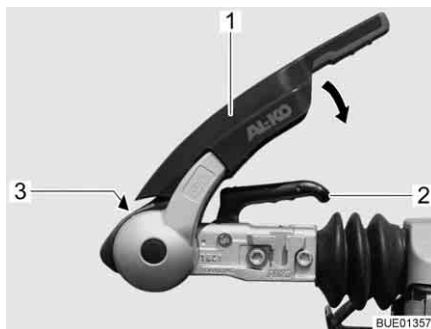

Fig. 1 Gancio di sicurezza (AKS 3004)
- Tirare in su la leva di stabilizzazione (Fig. 1,1) fino all'arresto.
- Tirare la maniglia del gancio (Fig. 1,2) verso l'alto.
- Eseguire un controllo a vista: Il cilindro verde dell'indicazione di sicurezza (Fig. 1,3) deve essere ben visibile.
- Attivare il dispositivo di stabilizzazione. A tal fine premere la leva di stabilizzazione (Fig. 1,1) verso il basso fino all'arresto.